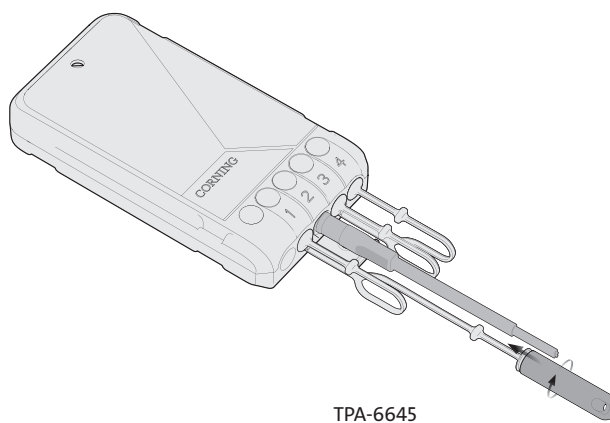

Abbildung 26
Schritt 4: Verbinden Sie den Schutzstopfen des Terminalanschlusses mit der Steckverbinder-Staubschutzkappe (Abbildung 26).